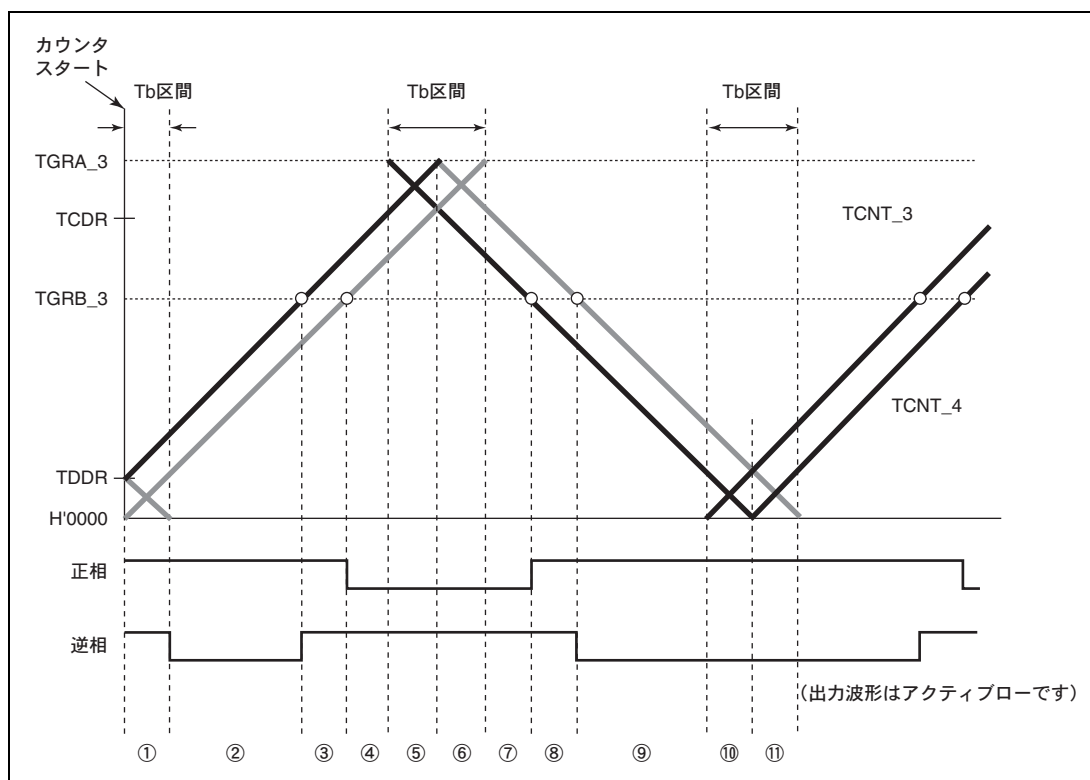

図 27.56 同期カウンタクリアタイミング
WRE ビットを 1 に設定することで初期出力を抑制することができるのは、同期クリアが図 27.56 の⑩、⑪のような谷の T_b 区間で入ってきたときのみです。それ以外のタイミングで同期クリアが起こった場合は、TOCR レジスタの OLS ビットで設定した初期値が出力されます。また、谷の T_b 区間であっても、図 27.56 の①で示すカウンタスタート直後の初期出力期間で同期クリアが起こった場合には、初期出力の抑止は行いません。
(図 27.56 のタイミング③、本モジュールの TWCR レジスタの WRE ビット=1)
(図 27.56 のタイミング⑥、本モジュールの TWCR レジスタの WRE ビット=1)
(図 27.56 のタイミング⑧、TWCR レジスタの WRE ビット=1)
(図 27.56 のタイミング⑩、TWCR レジスタの WRE ビット=1)